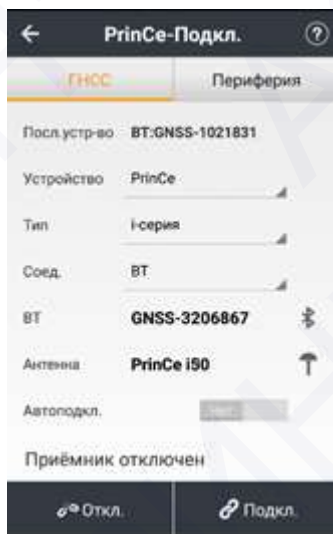

Рис. 3.1
2. Перейдите в меню **[Настройки]** → **[Подкл.]**. Выберите устройство: PrinCe, тип: i-серия, соединение: BT или WiFi, антенна PrinCe i30 (см. рис.3.1). Нажмите кнопку **[Подкл.]**, чтобы выполнить подключение.